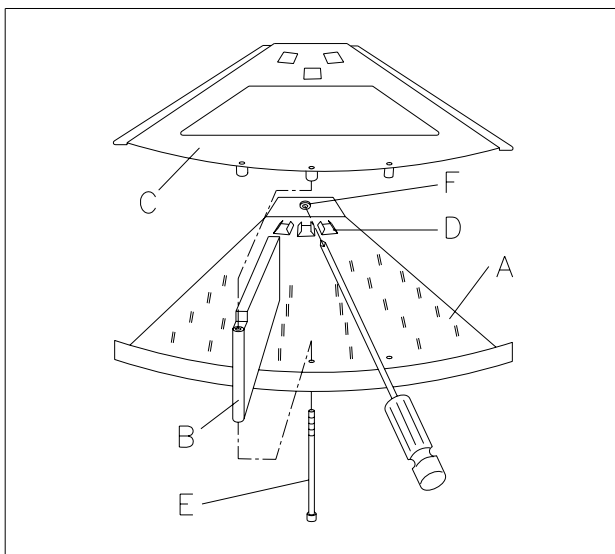

ABB. 10
- 2) Das Fach, das geändert werden soll, von der Säule lösen und dabei das Stück F ABB. 10 eine Vierteldrehung vollziehen lassen.
- 3) Die Trennwand B ABB. 10 in den Sitz D ABB. 10 des Faches A einführen.
- 4) Das obere Fach C ABB. 10 an die Trennwand haken.
- 5) Zugstange E ABB. 10 hinzufügen und an das obere Fach anschrauben.